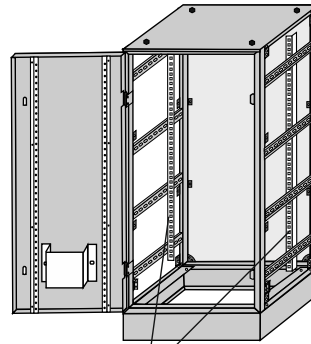

Рис.12
9.15 На боковые швеллера установите стойки крепления на необходимом расстоянии от задней стенки и закрепите их при помощи болтов М6×16, гаек М6 и шайб М6 (Рис.12).